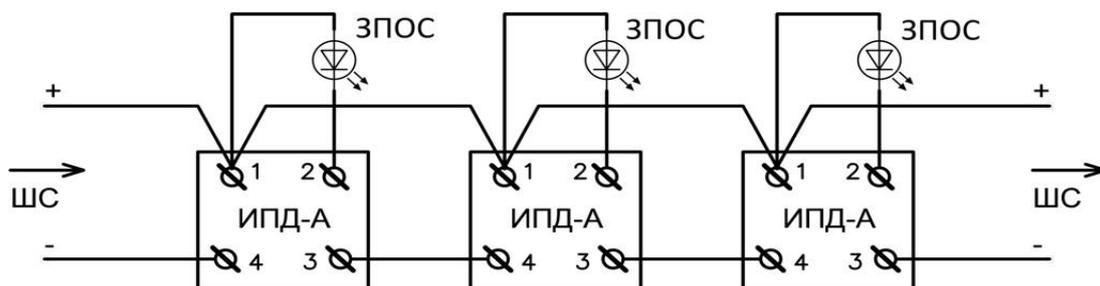
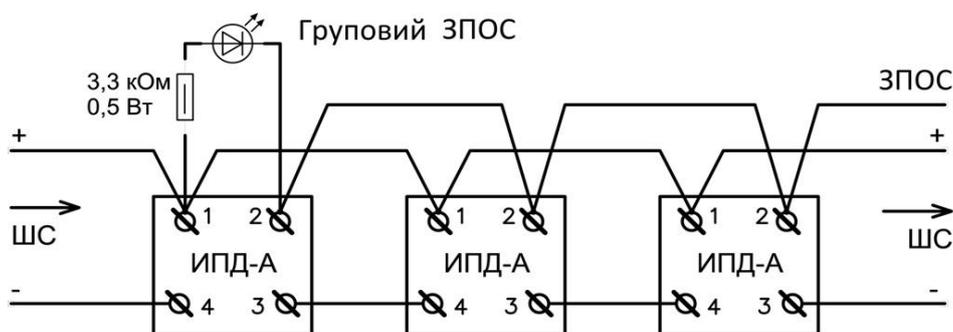

Рис. 6–Схема підключення ЗПОС окремо до кожного сповіщувача
Рис. 7. Схема підключення групового ЗПОС
- якщо необхідно, підключити зовнішній пристрій оптичної сигналізації (ЗПОС) відповідно до рис. 6 та рис. 7.